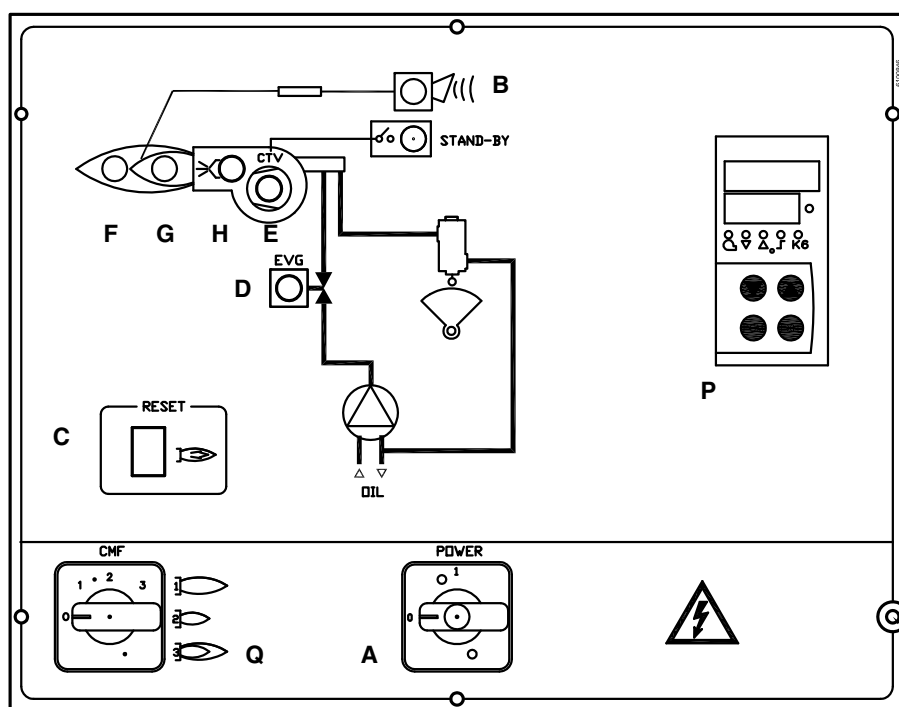

Рис. 28
- 16 Сместить кулачок III (малое пламя) в сторону минимальной мощности, с тем, чтобы сервопривод начал закрываться, до тех пор, пока два подшипничка не совместятся с регулировочным винтом, относящимся к самой низкой точке: закручивать винт **V** для увеличения расхода, откручивать - для уменьшения, с целью получения значения давления, как на графике на Рис.28, на основании требуемого расхода.